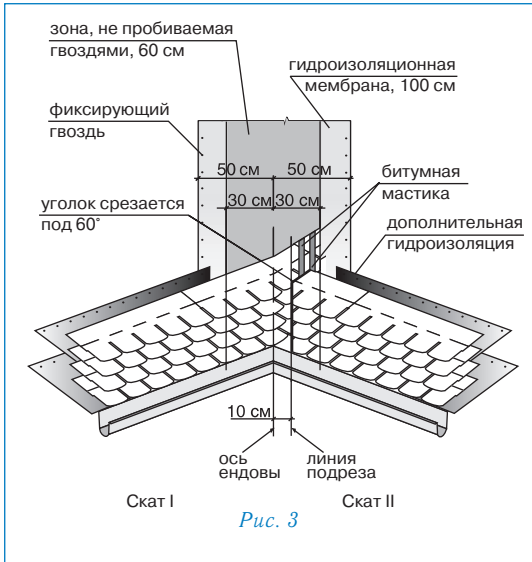

Рис. 3
- лист, подходящий к ендове со ската II, должен доходить до линии подрезки и обрезаться по ней. Верхний уголок обрезанного края листа подрезается под углом 60° (5×3 см – рис. 3);